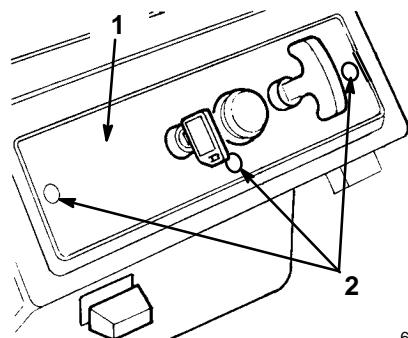

Figure 22
- Retirer les 3 boulons six pans de fixation du panneau de commande au carter de déneigeuse (Fig. 22).